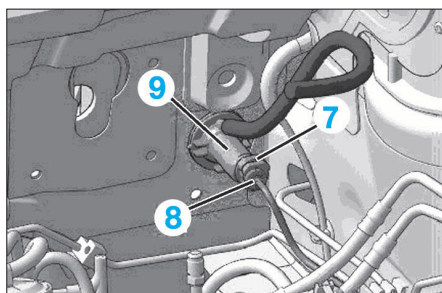

FIG. 6
- Ecarter l'agrafe (7) et le tuyau (8) (Fig.6)